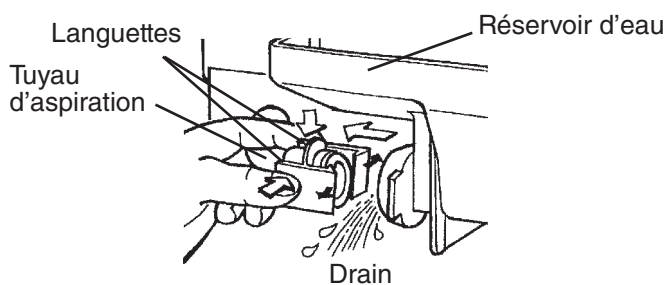

Fig. 34
3. À l'intérieur du bac de stockage, déconnectez le tube d'aspiration en appuyant sur les languettes et en tirant sur le tube clair. Voir Fig. 34. Laisser le réservoir d'eau se vider.